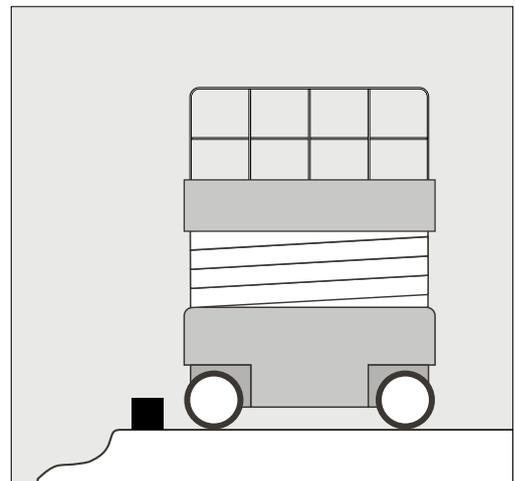

Bild 3: Absturzkanten sind mit einem stabilen Anfahrerschutz zu sichern.
9. Sind beim Einsatz von mobilen Hubarbeitsbühnen (Kategorie 3a und 3b) die **Absturzkanten** am Einsatzort gesichert? (Bild 3) ja nein